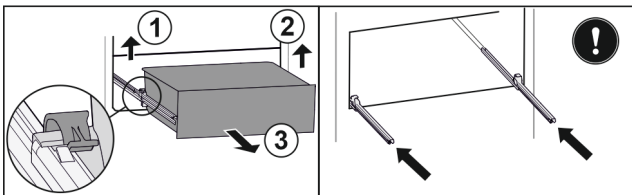

Fig. 129
- ▶ Підняти лівий затискач і одночасно висувний ящик ліворуч потягнути вперед. Fig. 129 (1)
- ▶ Підняти правий затискач і одночасно висувний ящик праворуч потягнути вперед. Fig. 129 (2)
- ▶ Вийняти висувний ящик рухом вперед. Fig. 129 (3)